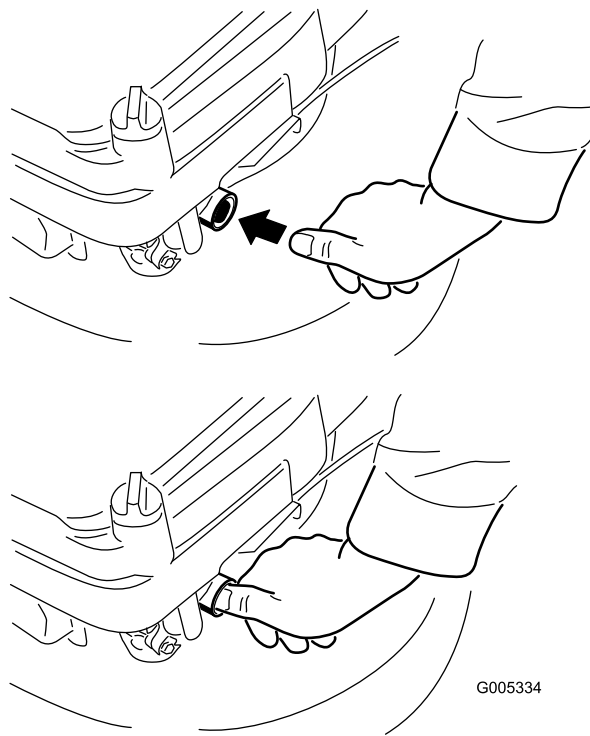

Figure 12
2. Appuyez fermement sur l'amorceur avec le pouce (Figure 12).